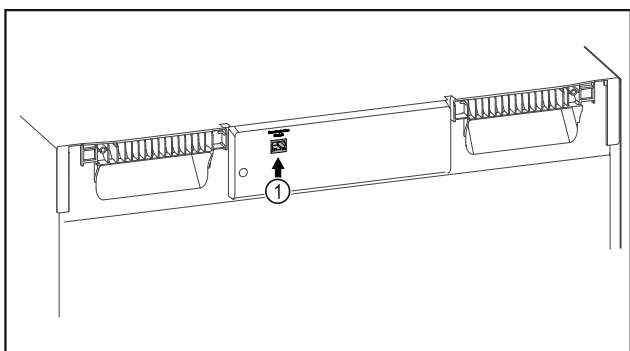

Fig. 126
- SmartModule Fig. 126 (1) on asennettu.